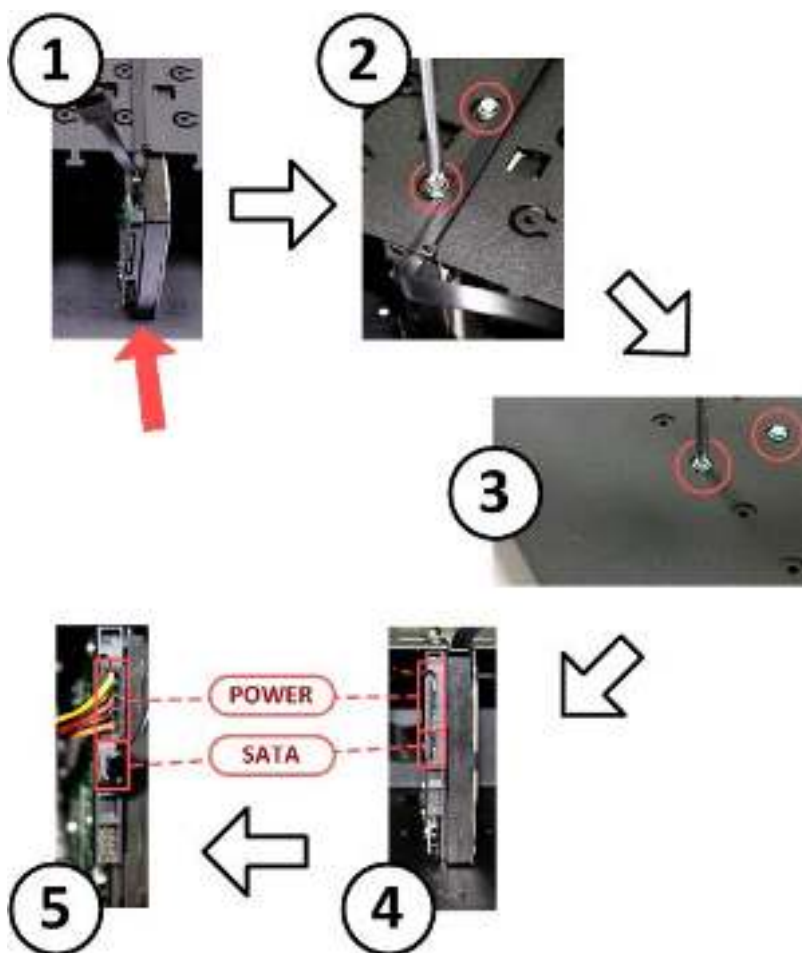

Рисунок 5. Установка и подключение жесткого диска
1. Вставьте жесткий диск в слот, располагая диск разъемami вперед, верхней частью вправо — как показано на рис. 5.